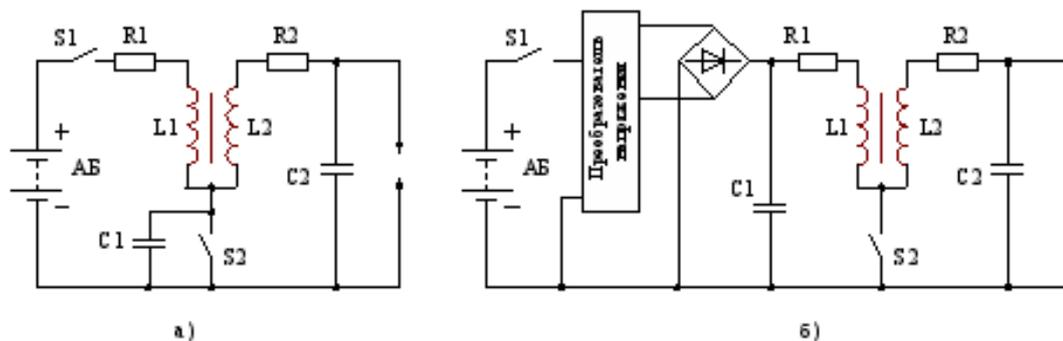

Рис. 5.1. Системы зажигания с накоплением энергии в индуктивности (а) и с накоплением энергии в емкости (б)
**По способу накопления энергии** различаются системы с накоплением энергии в индуктивности и в емкости (рис. 5.1). В обоих случаях для получения импульса высокого напряжения используется катушка зажигания, представляющая собой высоковольтный трансформатор, содержащий две обмотки: первичную с малым числом витков и омическим сопротивлением в доли и единицы Ома и вторичную с большим числом витков и омическим сопротивлением в единицы и десятки кОм.
Коэффициент трансформации катушки лежит в пределах 50 - 150. Значительное количество энергии, которое требуется для воспламенения рабочей смеси, накопить в конденсаторе приемлемых размеров при достаточно низком напряжении бортовой сети невозможно. Поэтому система по рис. 5.1, б оборудована специальным высоковольтным преобразователем напряжения. Такое усложнение схемы не дает существенных преимуществ, поэтому системы с накоплением энергии в емкости на автомобилях практически не применяются.
Устройство системы зажигания, изображенной на рис. 5.1, а, характерно для всех систем зажигания, устанавливаемых в настоящее время на автомобилях.